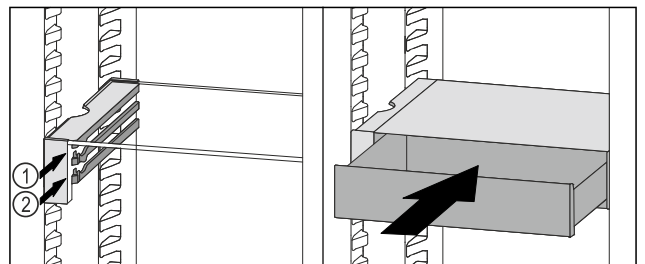

Fig. 78
- ▶ Coloque el cajón VarioSafe en la nervadura deseada Fig. 78 (1) o Fig. 78 (2) detrás de los topes.